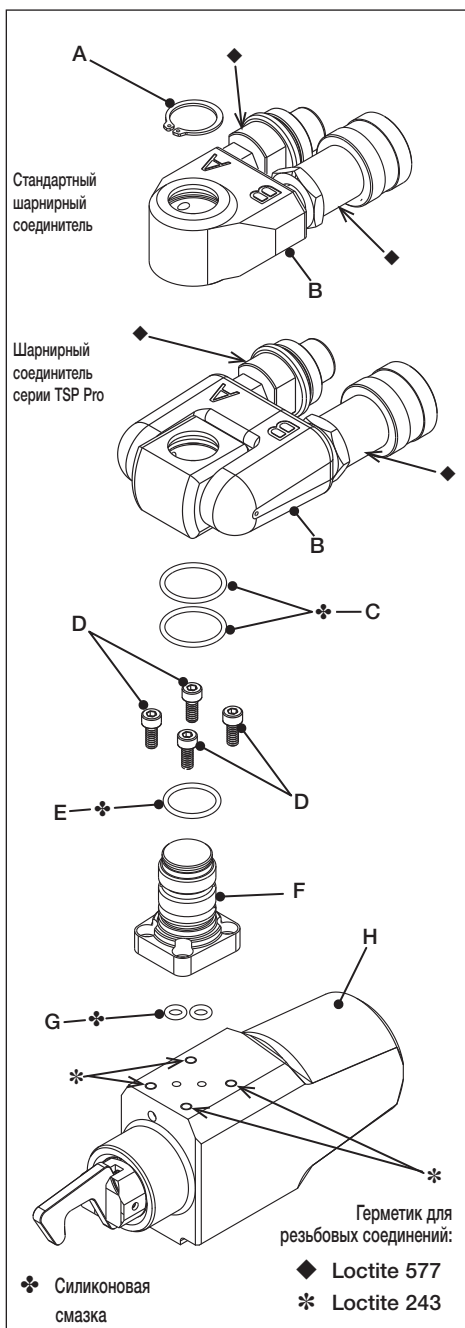

Рис. 14
### 5.3 Полное техническое обслуживание - Гидравлический шарнирный соединитель и привод (рис. 14, 15 и 17)
Компоненты шарнирного соединителя изображены на рис. 14, 17
- Нанесите небольшое количество герметика для резьбовых соединений Loctite 243 на резьбовые отверстия в приводе. Места нанесения отмечены на рис. 14 значком (\*).